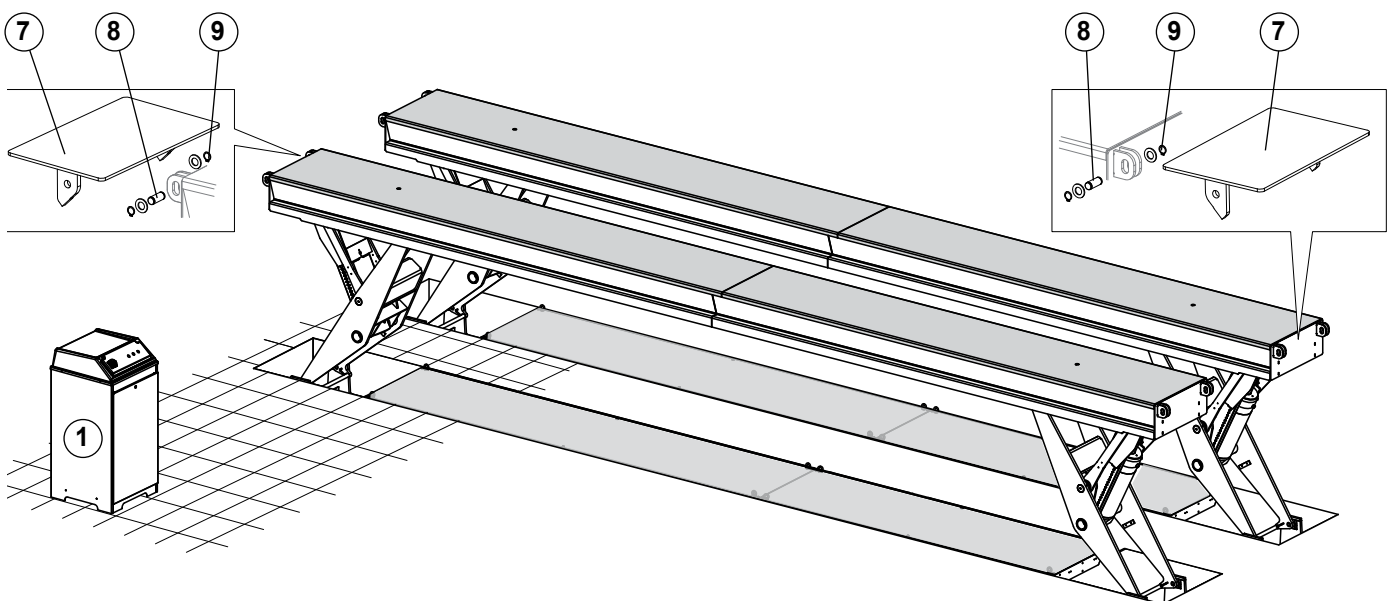

Fig.28
- Montare le semirampe basculari (7) con i perni (8) e le copiglie (9).
- Montare gli arresti veicolo (10) con i perni (8) e i seeger (9).
**Per la versione ad incasso (fig. 28) montare n° 4 semirampe basculanti (7) con i relativi perni (8) e seeger (9).**
- Fit the swing half-ramps (7) with the pins (8) and the split pin (9).
- Fit the vehicle blocks (10) with the pins (8) and the seeger (9).
**For the recessed model (fig. 28), no. 4 swing half-ramps (7) should be fitted with the pins (8) and the seeger (9).**
- Die kippbaren Halbrampen (7) mit den Bolzen (8) und dem Vorsteckstift (9) montieren.
- Die Fahrzeugabroll Sicherungen (10) mit den Bolzen (8) und dem seeger (9).
**Bei der Unterflurversion (Abb. 28) müssen 4 kippbare Halbrampen (7) montiert werden mit den Bolzen (8) und dem seeger (9).**
- Installer les demi-rampes à bascule (7) avec les pivots (8) et les goupilles (9).
- Installer les arrêts du véhicule (10) avec les pivots (8) et seeger (9).
**Pour la version encastrée (fig. 28), il faut monter 4 demi-rampes à bascule (7) avec les pivots (8) et seeger (9).**
- Montar las semiramapas basculantes (7) con los pernos (8) y los clavijas (9).
- Montar los bloqueos del vehículo (10) con los pernos (8) y seeger (9).
**Para la versión encastrada (fig. 28) hay que montar 4 semiramapas basculantes (7) on los pernos (8) y seeger (9).**